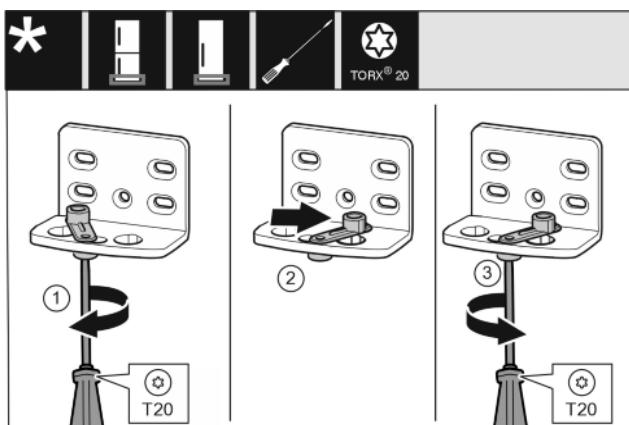

Fig. 14
- ▶ Открутите винт отверткой T20. Fig. 14 (1)
- ▶ Приподнимите фиксатор двери и поверните в отверстии на 90° направо. Fig. 14 (2)
- ▶ Затяните винт отверткой T20. Fig. 14 (3)